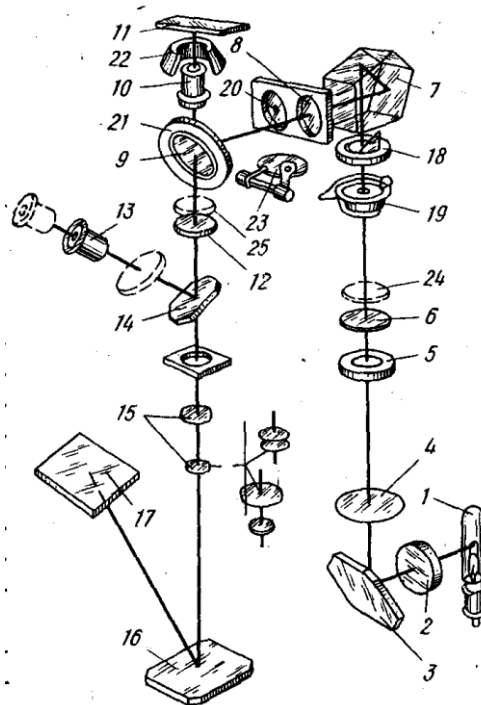

Рис.1.
6. На рис.1 окуляр обозначен цифрой _____.
7. На рис.1 светофильтр обозначен цифрой _____.
8. На рис.1 линза для работы в темном поле обозначена цифрой _____.
9. На рис.1 отражающая пластинка обозначена цифрой _____.